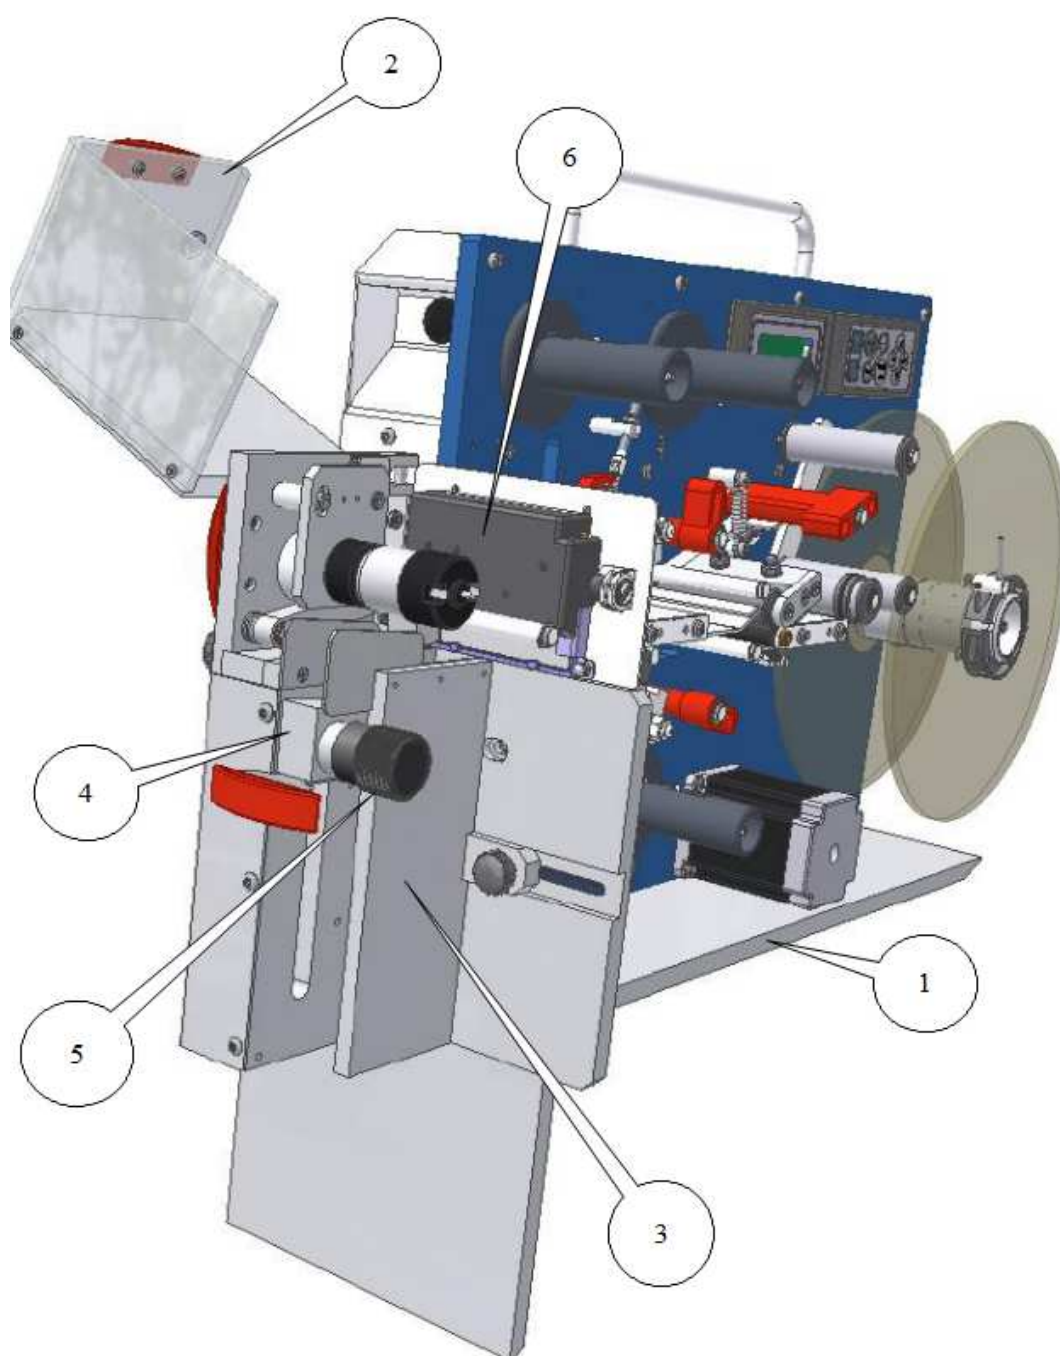

FIGURA 1
- **Aprire** lo sportello #2 (FIGURA 1) tirandolo verso l'alto con l'apposita maniglia rossa. Dato che questo sportello è provvisto di un magnete di tenuta, è necessario applicare una forza sufficiente per sganciarlo. A sportello aperto un interruttore di sicurezza impedirà il funzionamento del cutter & stacker.
- **Alzare** il carrello dell'impilatore #4 (FIGURA 1) fino ad inizio corsa utilizzando l'apposita maniglia rossa.
- **Richiudere** lo sportello #2 (FIGURA 1) con l'apposita maniglia rossa fino a quando sarà nuovamente trattenuto dall'apposito magnete.
- **Togliere** quindi le etichette impilate ed **alzare** il carrello dell'impilatore #4 (FIGURA 1) fino ad inizio corsa utilizzando l'apposita maniglia rossa.
Il cutter & stacker è dotato di una manopola graduata #5 (**FIGURA 1**) per regolare la forza del freno del carrello che sostiene le etichette impilate. A seconda del tipo di materiale utilizzato e dalle dimensioni delle etichette tagliate può essere necessario intervenire per aumentare la forza, indicata con numeri crescenti, ruotando la manopola in senso orario, per evitare che il peso possa far abbassare il carrello fino a fondo corsa, oppure diminuendola, ruotando la manopola in senso antiorario, per evitare che l'eccessivo sforzo possa bloccare il dispositivo che impila le etichette dopo il taglio.
1. **Togliere** le etichette impilate ed alzare il carrello dell'impilatore #4 (**FIGURA 1**) fino ad inizio corsa utilizzando l'apposita leva rossa.
1. **Aprire** lo sportello #2 (**FIGURA 1**) tirandolo verso l'alto con l'apposita maniglia rossa. Un interruttore di sicurezza impedirà il funzionamento del cutter & stacker in modo da poter lavorare in sicurezza.